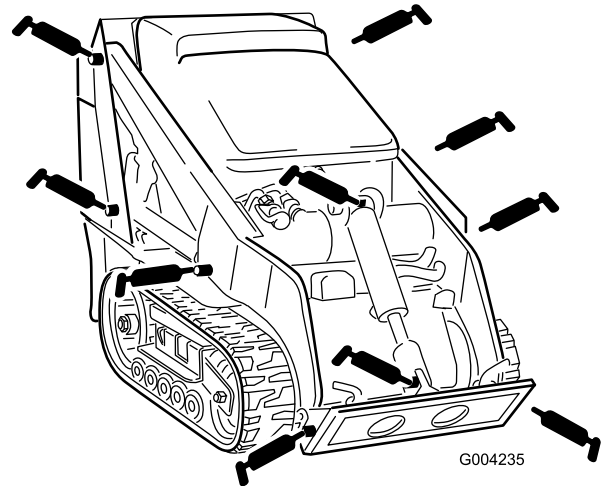

Figure 28
4. Raccordez une pompe à graisse à chaque graisseur (Figure 28 et Figure 29).